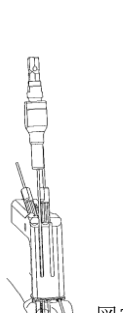

図23
- 23) 尺側のロッキングスクリュー/ピンを刺入したら、遠位の仮止めホールに1.3ガイドピンを再度刺入します。(図23)